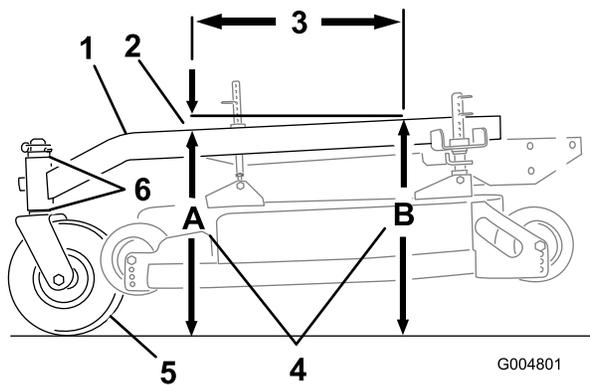

Figura 71
El bastidor de tiro debe tener una inclinación longitudinal de entre 3 mm (1/8 pulg.) y 9 mm (3/8 pulg.) a lo largo de 61 cm (24 pulg.) (Figura 71).
1. Mida 61 cm (24 pulg.) en el bastidor de tiro (Figura 71).
- Mida la altura del bastidor de tiro en la posición **A** (Figura 71).
- Mida la altura del bastidor de tiro en la posición **B** (Figura 71).
- La altura en la posición **A** debe ser de 3-10 mm (1/8-3/8 pulg.) menor que la de la posición **B** (Figura 71).
- Si la inclinación del bastidor de tiro no es la correcta, mueva los espaciadores de las ruedas giratorias para obtener una inclinación de 3-10 mm (1/8-3/8 pulg.) (Figura 71). Mueva espaciadores desde arriba o desde abajo para obtener la inclinación correcta.